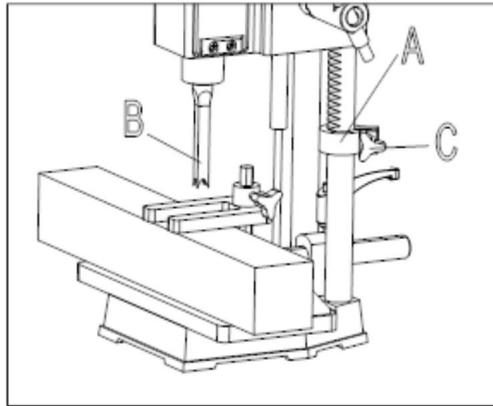

Abb. 11
Zur Begrenzung der Tiefe des Meißels (B) ist ein Tiefenanschlag (A) Abb. 11 vorgesehen. Zum Einstellen des Tiefenanschlags (A) lsen Sie die Schraube (C) und senken den Kopf ab, bis der Meißel (B) die gewnschte Tiefe erreicht hat. Senken Sie den Tiefenanschlag (A) ab, bis